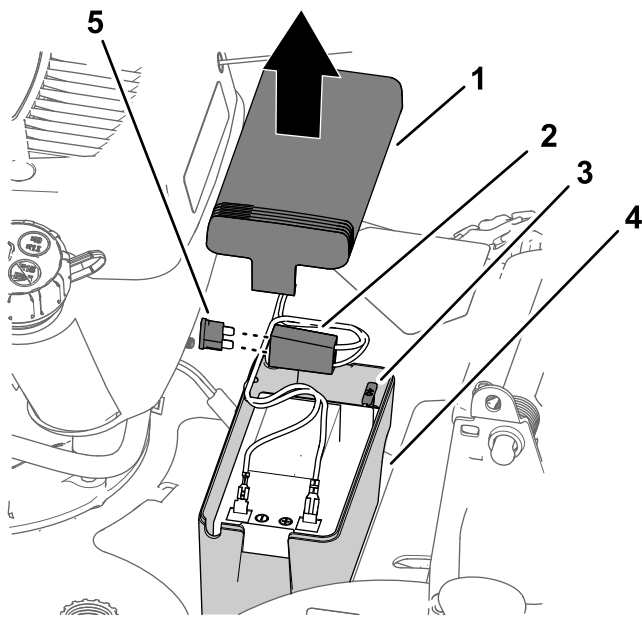

Figure 43
1. Enlevez le couvercle du logement de la batterie (Figure 43).
2. Retirez la batterie et repérez le fusible (Figure 43).
3. Remplacez le fusible dans le porte-fusible (Figure 43).
4. Remplacez le couvercle sur le logement de la batterie (Figure 43).